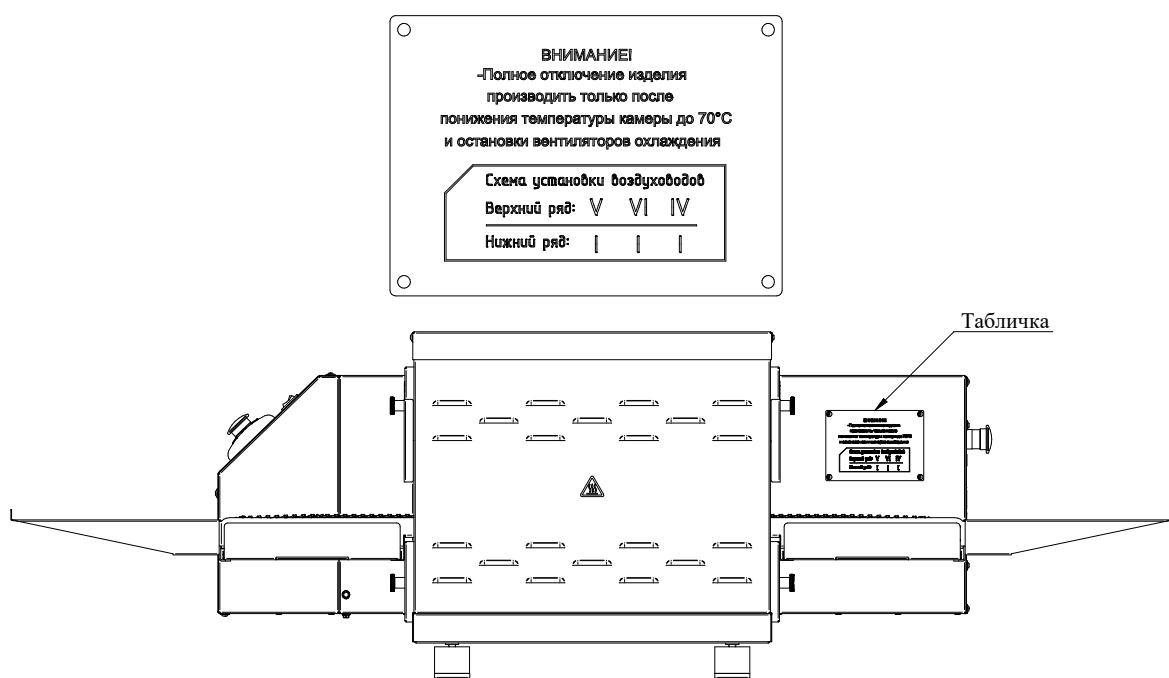

Рис. 14
7. Установить все снятые элементы в обратной последовательности. Заводская схема установки воздуховодов указана на табличке (см. Рис. 14)